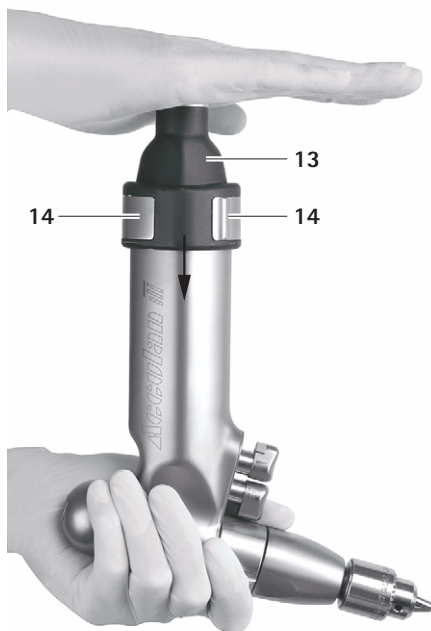

Рис. 5
- Установить крышку Electro 13 (стерильную) так, чтобы она была зафиксирована на обеих кнопках разблокировки крышки 14, см. Рис. 5.